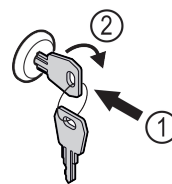

Fig. 172 Beispielhafte Darstellung
- ▶ Schlüssel hineindrücken Fig. 172 (1).
- ▶ Schlüssel um 90° im Uhrzeigersinn drehen Fig. 172 (2).